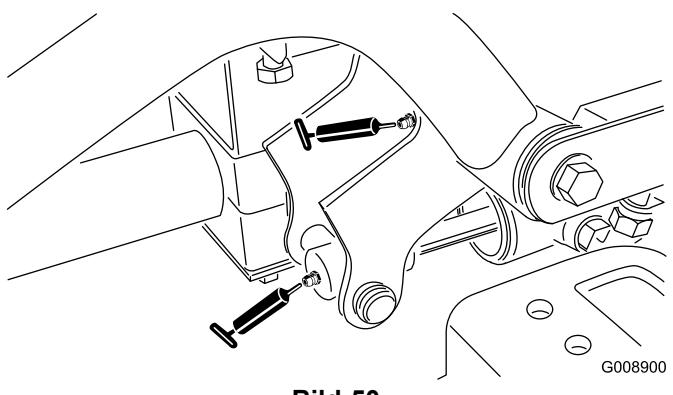

Bild 50
- Rechte vordere Hubarm-Drehbüchsen und Hubzylinder (2) (Bild 50)